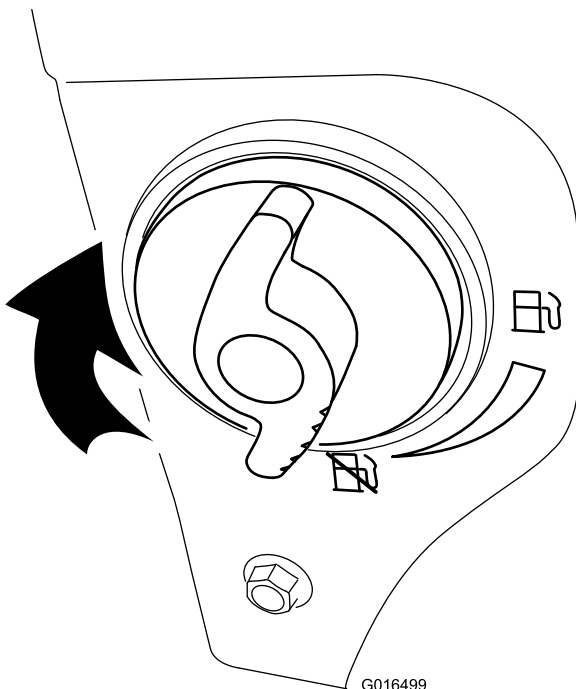

Figura 31
4. Chiudete la valvola di intercettazione del carburante ruotandola in senso orario (Figura 31).